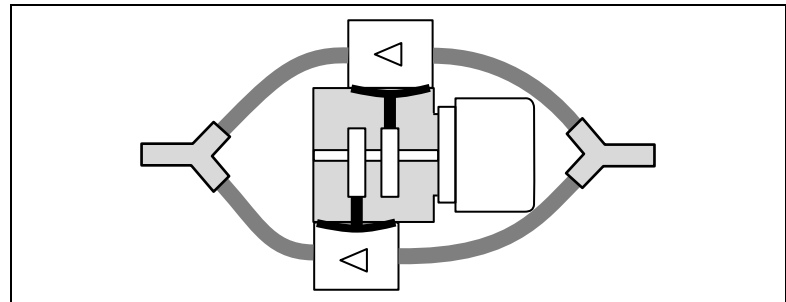

Fig. 13: Verschlauchung NFB 100 für geringe Pulsation
- ➔ Pumpenköpfe parallel verschlauchen (siehe Fig. 13)